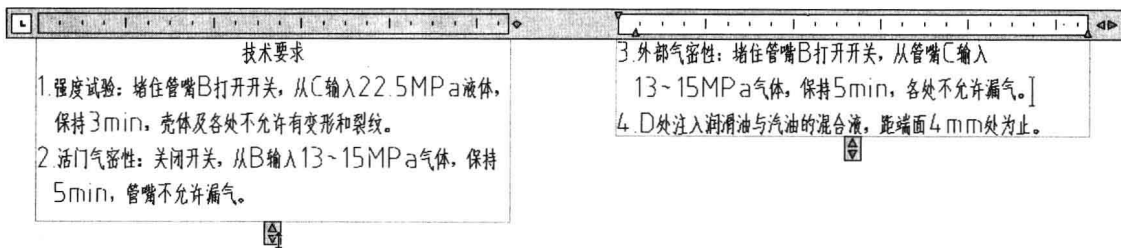

图 5-2-14
(9) 单击并向向上移动长度按钮, 多行文字被分成两栏，如图 5-2-14 所示。